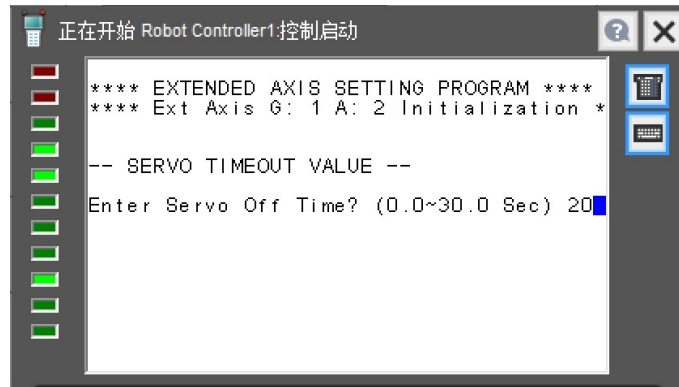

图 4.1.25
25) 在图 4.1.25 中是否启用伺服停止时间，输入 20，点击 ENTER 键确认。